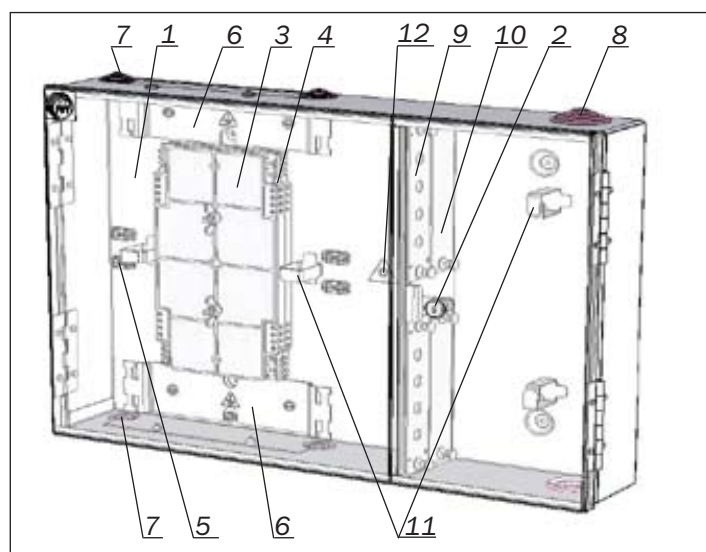

Рисунок 1.1 – Состав шкафа
5.17 Определить необходимые запасы длин pigtail до мест соединения их с ОВ подключаемого к шкафу ОК. Для этого необходимо выложить в держателях шкафа (рисунок 1.1; поз. 11) по 2-3 витка запасов длин pigtail до входа в кассету.